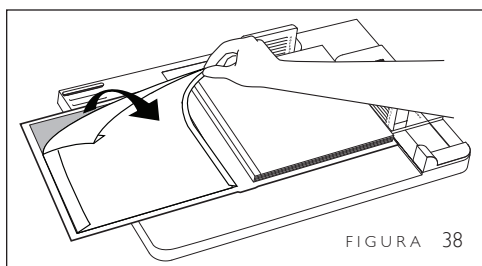
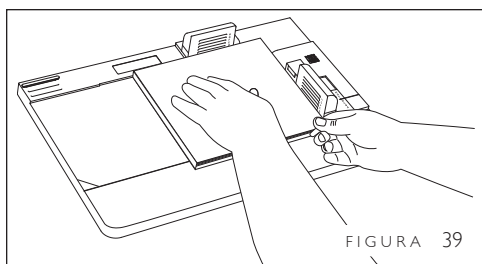

FIGURA 38
FIGURA 39
6. Retire los papeles protectores restantes del lado izquierdo (Figura 38), y lleve el panel izquierdo de la tapa Fastback Hardcover sobre el bloque de páginas y alinéelo de modo tal que los bordes superior y derecho de la tapa se apoyen en los topes violetas (Figura 39). Presione hacia abajo contra el bloque y alise la tapa hasta el lomo. Retire el álbum de la guía, y abra y frote las páginas de guarda para asegurarse de que estén firmemente adheridas.